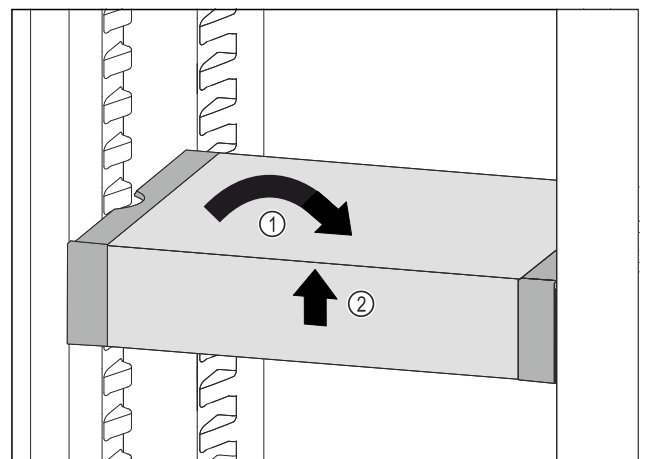

Fig. 84
- ▶ VarioSafe gerade stellen. Fig. 84 (1)
- ▶ VarioSafe vorne anheben. Fig. 84 (2)